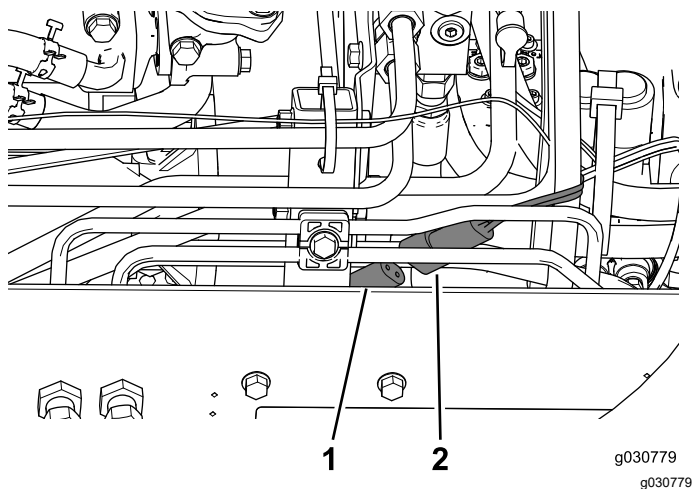

図 50
2. キャブから出ている電源コネクタ、機体右側にあるコネクタに接続する 図 50。